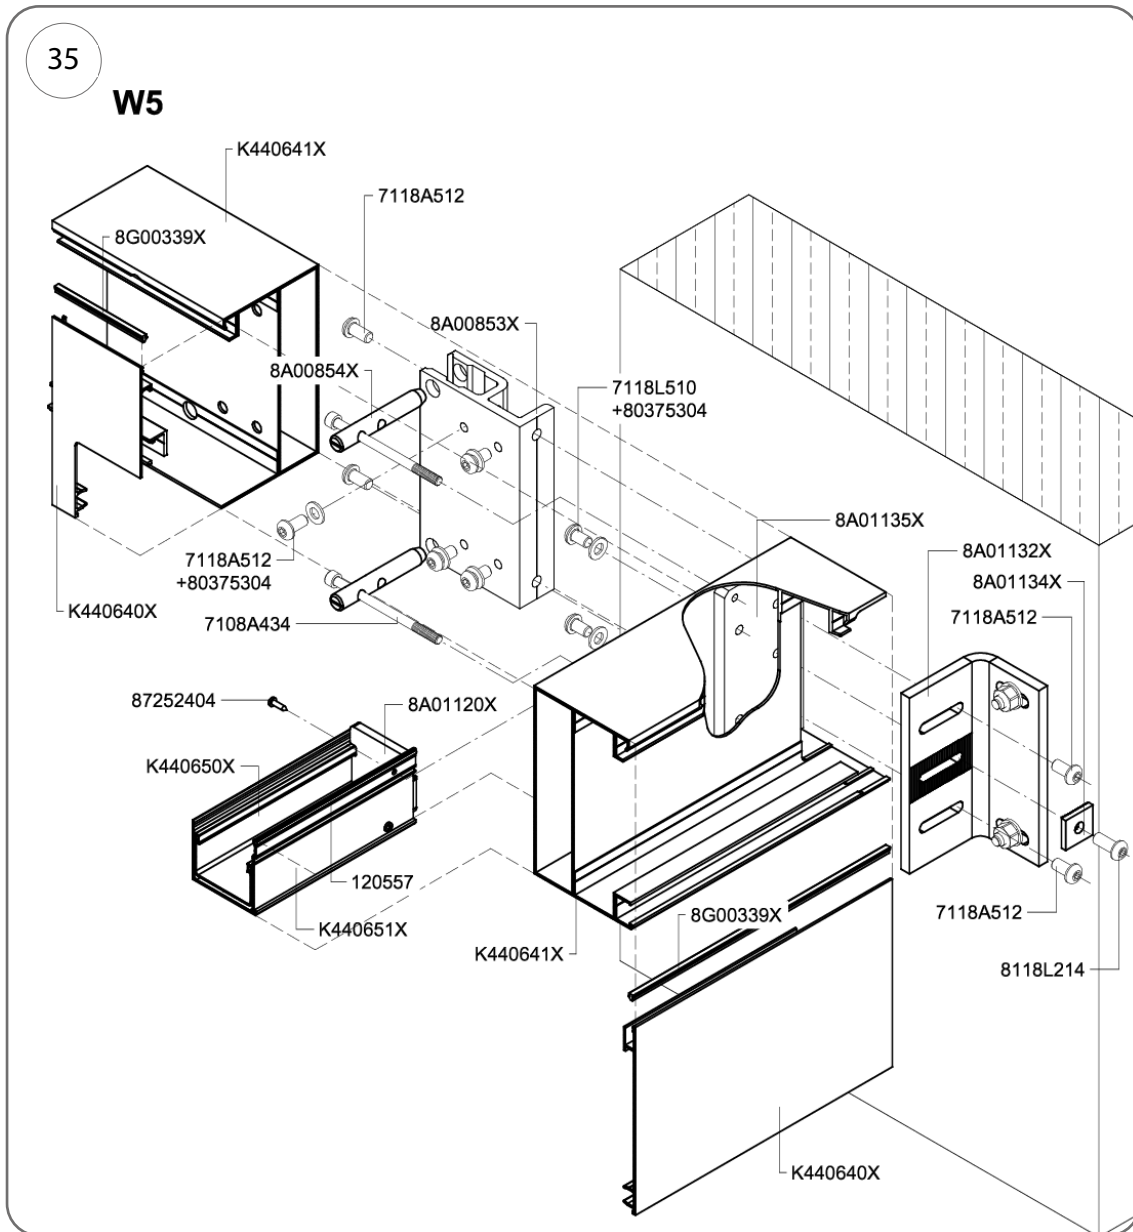

Рис. 35
1. Вставте настінну кронштейнну пластину (кат. № 8A01135X) (рис. 35) та кат. № 8A01137X (рис. 36) і закріпіть її на бічній стінці крокви за допомогою 2 болтів M10 x 16 мм (кат. № 7118L510).
4. Просуньте два болти (кат. № 7108A434, M8 x 120 мм) через отвори в штирях 8A00854X і вкрутіть їх у настінну кріпильну пластину 8A01135X (рис. 35), 8A01137X (рис. 36).